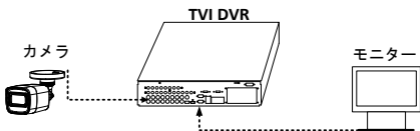

図3-1 接続
1. 図3-1に示すように、カメラとTVI DVR、モニターを接続します。